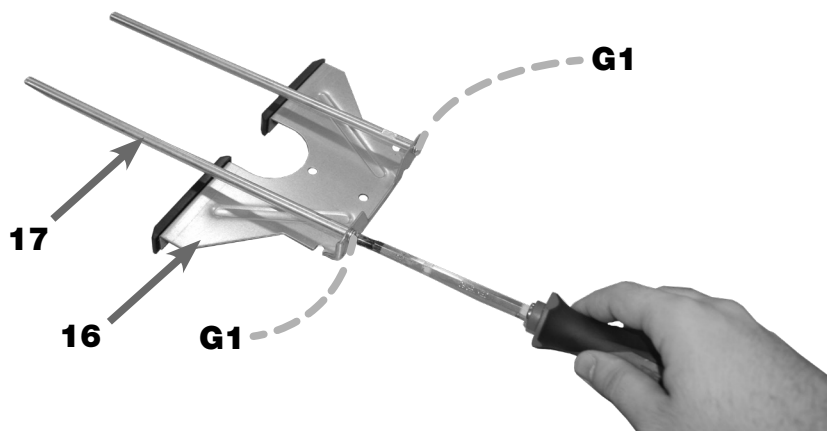

FIGURA 07 – Eixos da Guia Paralela nos Furos G1 da Guia Paralela
1. COLOCAR os Eixos da Guia Paralela (17) nos Furos **G1** da Guia Paralela (16) (figura 07);
2. APERTAR os parafusos dos Eixos (17) na Guia Paralela (16);